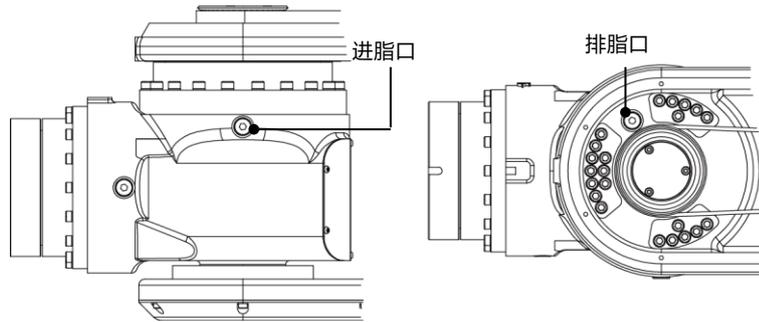

图 10-11 更换 J5 轴减速器润滑脂
- 步骤4. 卸下注脂口排脂口密封螺钉，如图 10-11 所示。